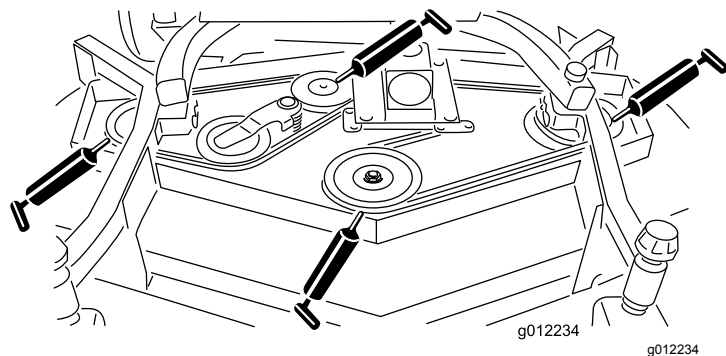

Figure 19
- Paliers d'axes de pivot (sous la poulie) (Figure 19)
- Roulements d'axe de bras de poulie de tension (Figure 19)